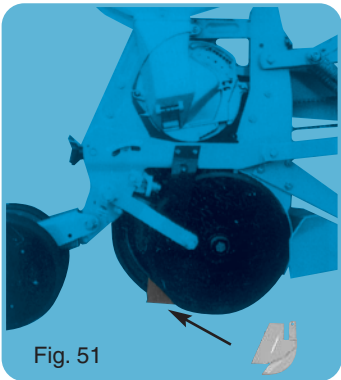

Fig. 51
- Soc étroit à placer entre les disques pour conserver le sillon ouvert plus longtemps en conditions sèches (fig. 51).
- Narrow shoe (fig. 51) to be placed between the double discs, thus keeping the seed furrow open longer in dry conditions.
- Узкий наральник (рис. 51) помещенный между двойными дисками, оставляет длинную открытую бороздку для семян при посеве в сухих условиях.